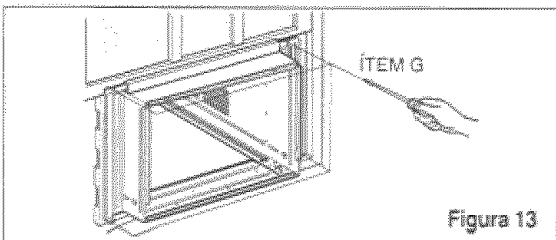

Figura 13
- 12** Estire cada cortina del lado completamente a cada lado de abrir de ventana. Fije cada panel guía completamente a cada marco de la ventana usando tornillos (ÍTEM G). (Figura 13)